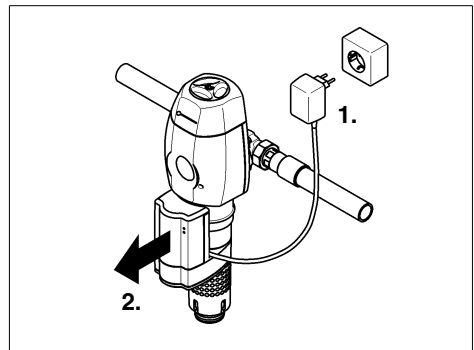

Abb. 8: Netzgerät aus der Steckdose ziehen!
- Netzgerät aus der Steckdose ziehen (siehe Abb. 8).
- Abdeckhaube der Automatik durch seitliches Andrücken und Ziehen abnehmen (siehe Abb. 8).